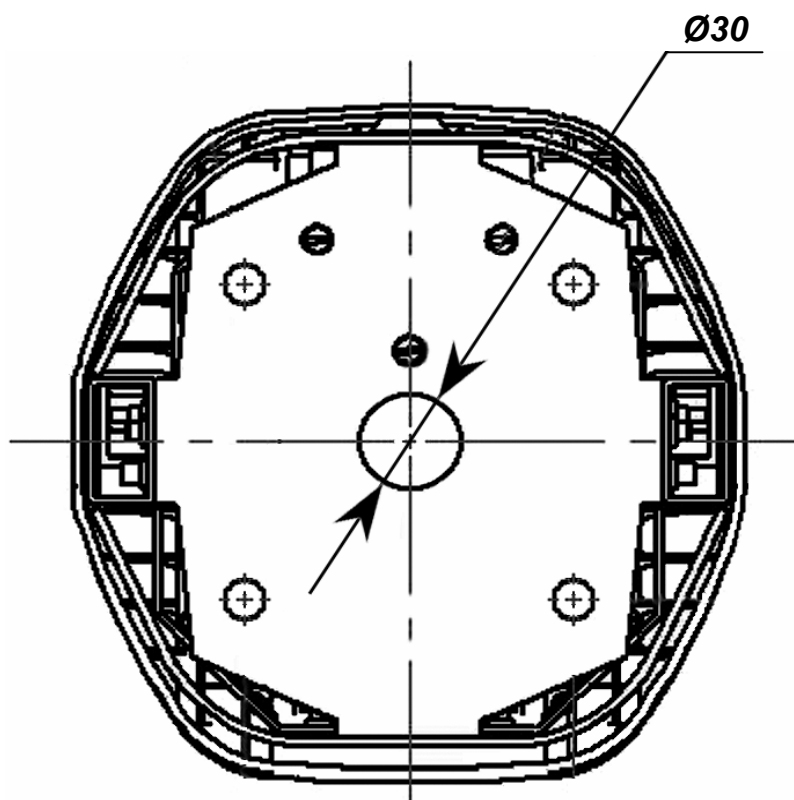

Рисунок 5 – Вид снизу на основание (2) картоприёмника:
7.2.6 Положите картоприёмник на установочную поверхность стенкой (5) вниз таким образом, чтобы его основание (2) находилось рядом с зоной А. Через центральное отверстие  $\varnothing 30$  мм в основании (см. рисунок 5) протяните кабели (9)\*, (10)\* и (11)\* внутрь картоприёмника по направлению к стенке (5) и далее вверх по ней к плате управления картоприёмником. Длина концов кабелей, остающихся в картоприёмнике после их протяжки, должна быть достаточной для их последующего подключения (см. п. 7.2.9). Рекомендуется закрепить все кабели на внутренних сторонах основания (2) и стенки (5) с помощью стяжек неоткрывающихся\*\* и площадок самоклеющихся\*\*.